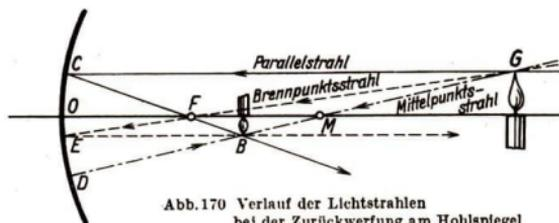

Abb. 170 Verlauf der Lichtstrahlen bei der Zurückwerfung am Hohlspiegel
gestellt. Die Entstehung wirklicher Bilder erklärt sich aus Abb. 170, die den Strahlengang für eine weit entfernte Kerze wiedergibt. Wir erkennen, daß die drei von der Kerzenspitze  $G$  ausgehenden, in die Zeichnung aufgenom-
**Zeichnen der Bilder.** Zur zeichnerischen Darstellung des Strahlenverlaufes bei der Entstehung des Hohlspiegelbildes genügen zwei der vielen Lichtstrahlen, die von der Lichtquelle (Pfeilspitze) ausgehen (Abb. 170). Meist verwendet man den Parallelstrahl  $GC$  und den Brennpunktstrahl  $GF$ . Um die Richtigkeit der Zeichnung nachzuprüfen, kann man den Mittelpunktstrahl  $GM$  heranziehen. Wir zeichnen die entstehenden Bilder für verschiedene Stellungen des Gegenstandes (ein Pfeil) zum Spiegel (Abb. 171 bis 173).